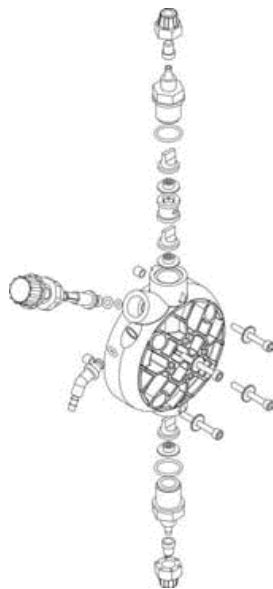

Fig. 11
2. Controllare almeno ogni 6 mesi il funzionamento della pompa, la tenuta delle viti e delle guarnizioni, per liquidi particolarmente aggressivi effettuare controlli anche più frequenti, controllare in particolare la concentrazione dell'additivo nell'impianto; una riduzione di tale concentrazione potrebbe essere determinata dalla usura delle valvole (che in tal caso vanno sostituite facendo attenzione nel rimontarle come in Fig. 11) o dall'intasamento del filtro che va pulito come al successivo punto 3.
Per effettuare questa operazione, se l'apparecchiatura non è fissata all'impianto si può farla pulsare per pochi secondi (15-30) tenendola capovolta e senza tubetti collegati ai raccordi, se ciò è impossibile smontare e rimontare il corpo pompa (Fig. 11), utilizzando le quattro viti di fissaggio.
Data la robustezza del sistema, guasti meccanici veri e propri non se ne verificano. Talvolta possono verificarsi perdite di liquido da qualche raccordo o ghiera fissatubo allentati, o più semplicemente dalla rottura del tubetto di mandata. Raramente eventuali perdite potrebbero essere determinate dalla rottura della membrana o dall'usura della guarnizione di tenuta della membrana stessa. Questi componenti in tal caso vanno sostituiti smontando le quattro viti del corpo pompa (Fig. 11), rimontando tali viti, serrarle in modo uniforme. Una volta eliminata la perdita, occorre pulire la pompa dosatrice da eventuali residui di additivo che ristagnando potrebbero aggredire chimicamente la cassa della pompa.